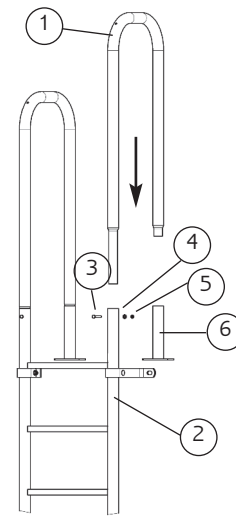

Abb. 3
**2.2 Holmbügel mit langem Schenkel (Abb. 3)**